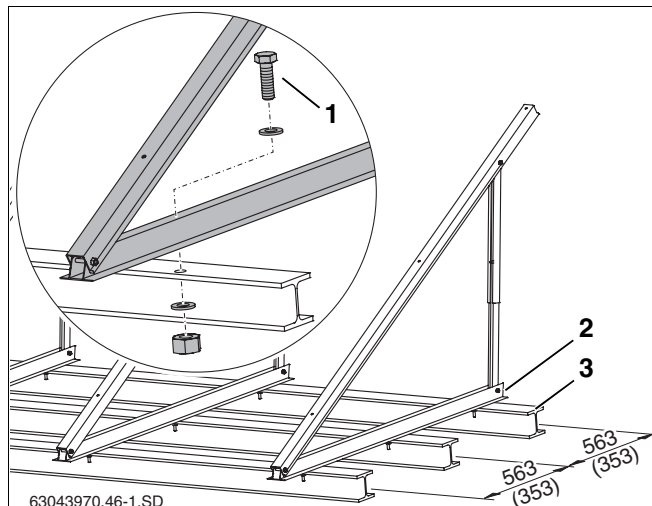

Fig. 26 Soportes para techados planos montados sobre los soportes en doble T, medidas en mm (medida en paréntesis = modelo horizontal)
Puede asegurar los soportes para tejado plano por medio de anclajes en la base. A modo de ejemplo se describe la fijación sobre soportes en doble T (fig. 26, **pos. 3**).
- ▶ Tome la distancia entre orificios del perfil inferior (fig. 26, **pos. 2**) para los soportes en doble T y taladre los orificios correspondientes.
- ▶ Introduzca los tornillos (véase tab. 8 y fig. 26, **pos. 1**) por los perfiles y los soportes en doble T y atornille con las tuercas y las arandelas.